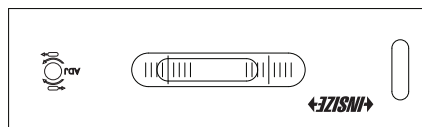

Fig.8
- Gire o nível 180°, deslize (não coloque) o nível na mesma posição da superfície (Fig. 8).